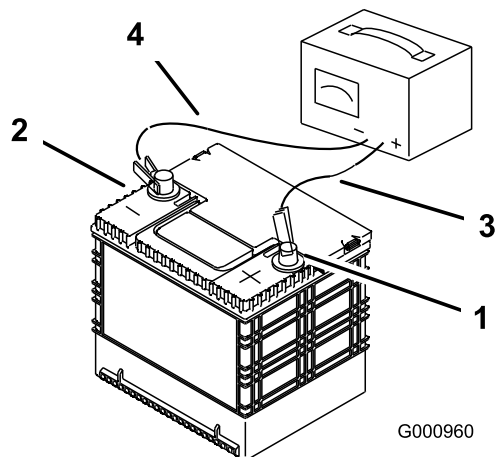

Figure 53
2. Quand la batterie est chargée au maximum, débranchez le chargeur de la prise, et débranchez les fils du chargeur des bornes de la batterie (Figure 53).